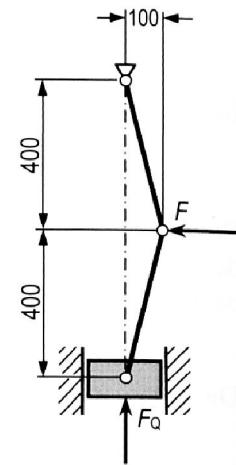

Bild 3.18: Kniehebelpresse
- Für die Kniehebelpresse (**Bild 3.18**) in der gezeichneten Lage bestimme man den Betrag der auf sie in waagerechter Richtung wirkenden Kraft \vec{F} , die eine Presskraft $F_Q = 12 \text{ kN}$ hervorruft.